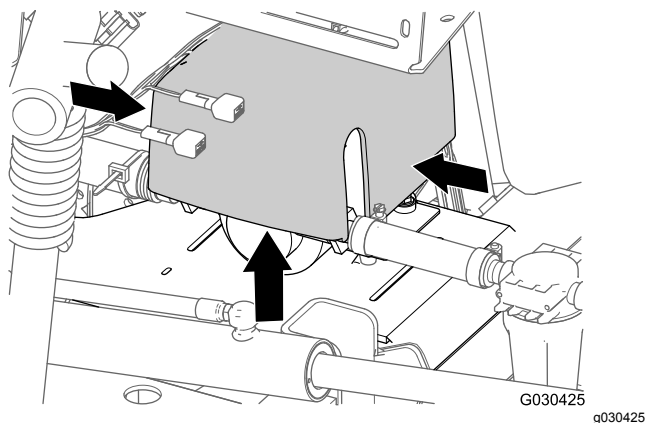

Figura 13
1. Nella parte posteriore della macchina, premete insieme i lati del coperchio della pompa di lavaggio e sollevate il coperchio fino a quando le relative alette non sono distanti dalle scanalature nella piastra a sella e rimuovete il coperchio dalla macchina (Figura 13).